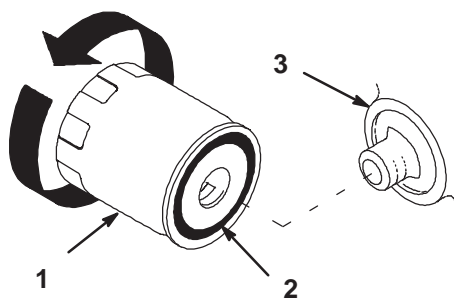

Figure 36
2. Déposez le filtre à huile usagé et essuyez la surface du joint de l'adaptateur (Fig. 36).
4. Appliquez une fine couche d'huile neuve sur le joint en caoutchouc du filtre de rechange (Fig. 36).
5. Posez le filtre à huile de rechange sur l'adaptateur. Tournez le filtre dans le sens horaire jusqu'à ce que le joint en caoutchouc rejoigne l'adaptateur, puis donnez 1/2 tour supplémentaire (Fig. 36).